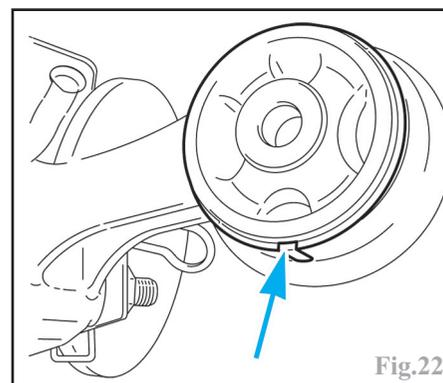

Fig.22
Repérer la position du palier élastique par rapport au bras de l'essieu (Fig.22).
-engager le palier neuf sur le bras en respectant les repères faits à la dépose (Fig.22) puis utiliser des mandrins de diamètre appropriés (outils Citroën 4702-T.A, T.B, T.E et T.F).